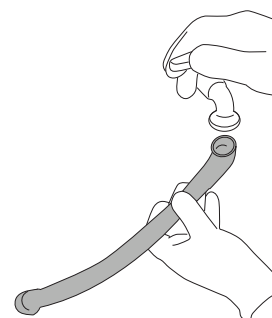

Fig.32
- Reinigen Sie den Schlauch innen mit fließendem Wasser (Abb. 32).